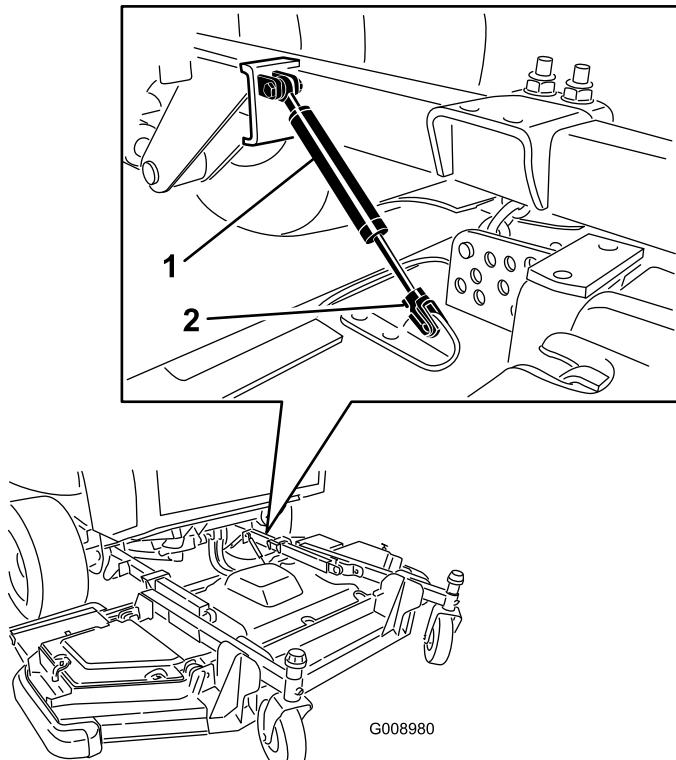

Figure 87
2. Retirez le clip de retenue et détachez l'ensemble amortisseur du plateau de coupe (Figure 87).